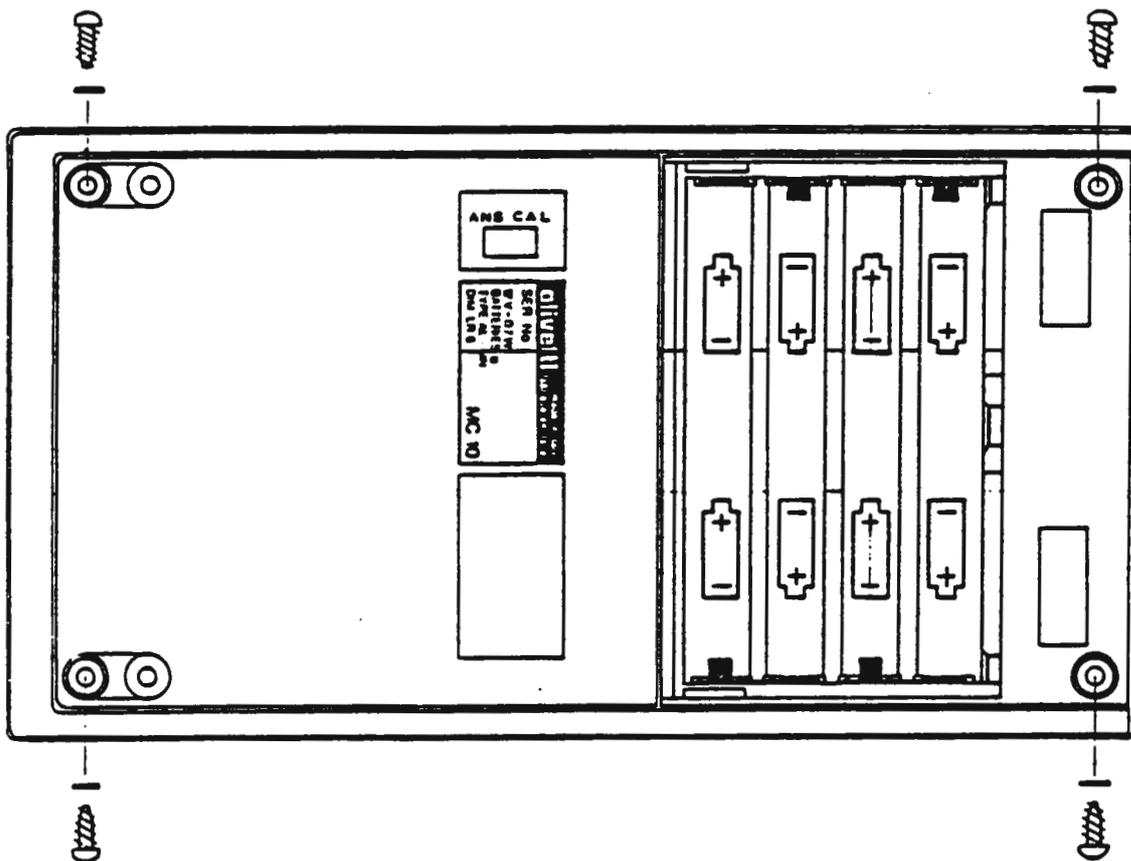

Abbildung 4-1 Rückenansicht des MC 10
- Drehen Sie die MC 10 um und entfernen Sie die 4 Schrauben an den Ecken des Gehäuses (siehe Abbildung 4-1).